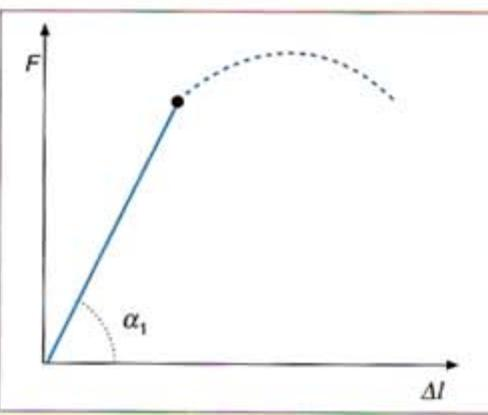

Fig. 1.24. Diagrama  $F - \Delta l$ .
- En este caso, las fuerzas aplicadas se refieren a las fuerzas de tracción ( $F$ ) y a las deformaciones producidas en los alargamientos ( $\Delta l$ ), de tal forma que se cumple (Fig. 1.24):